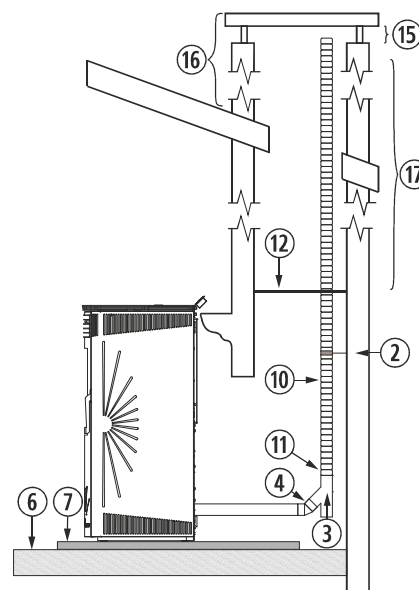

Figura 8
4.28. L'installazione di una stufa ad incasso in un caminetto può essere realizzata in completa totalità in un tubo flessibile, così come è indicato nella *figura 8*. Dobbiamo prestare speciale attenzione al momento di realizzare l'isolamento tra il caminetto e il tubo di fuoriuscita di gas per evitare possibili arretramenti di gas in caso di tormenta.
②	Collare di fissaggio in acciaio inox.
③	Giunto a "T" a 135° con filtro.
④	Curva a 45°.
⑥	Pavimento in legno.
⑦	Protezione non infiammabile.
⑩	Tubo in acciaio inossidabile flessibile.
⑪	Manicotto d'unione tra flessibile e rigido.
⑫	Isolante anti -arretramento.
⑮	Minimo 200mm.
⑯	Deve superare di 1 metro il tetto.